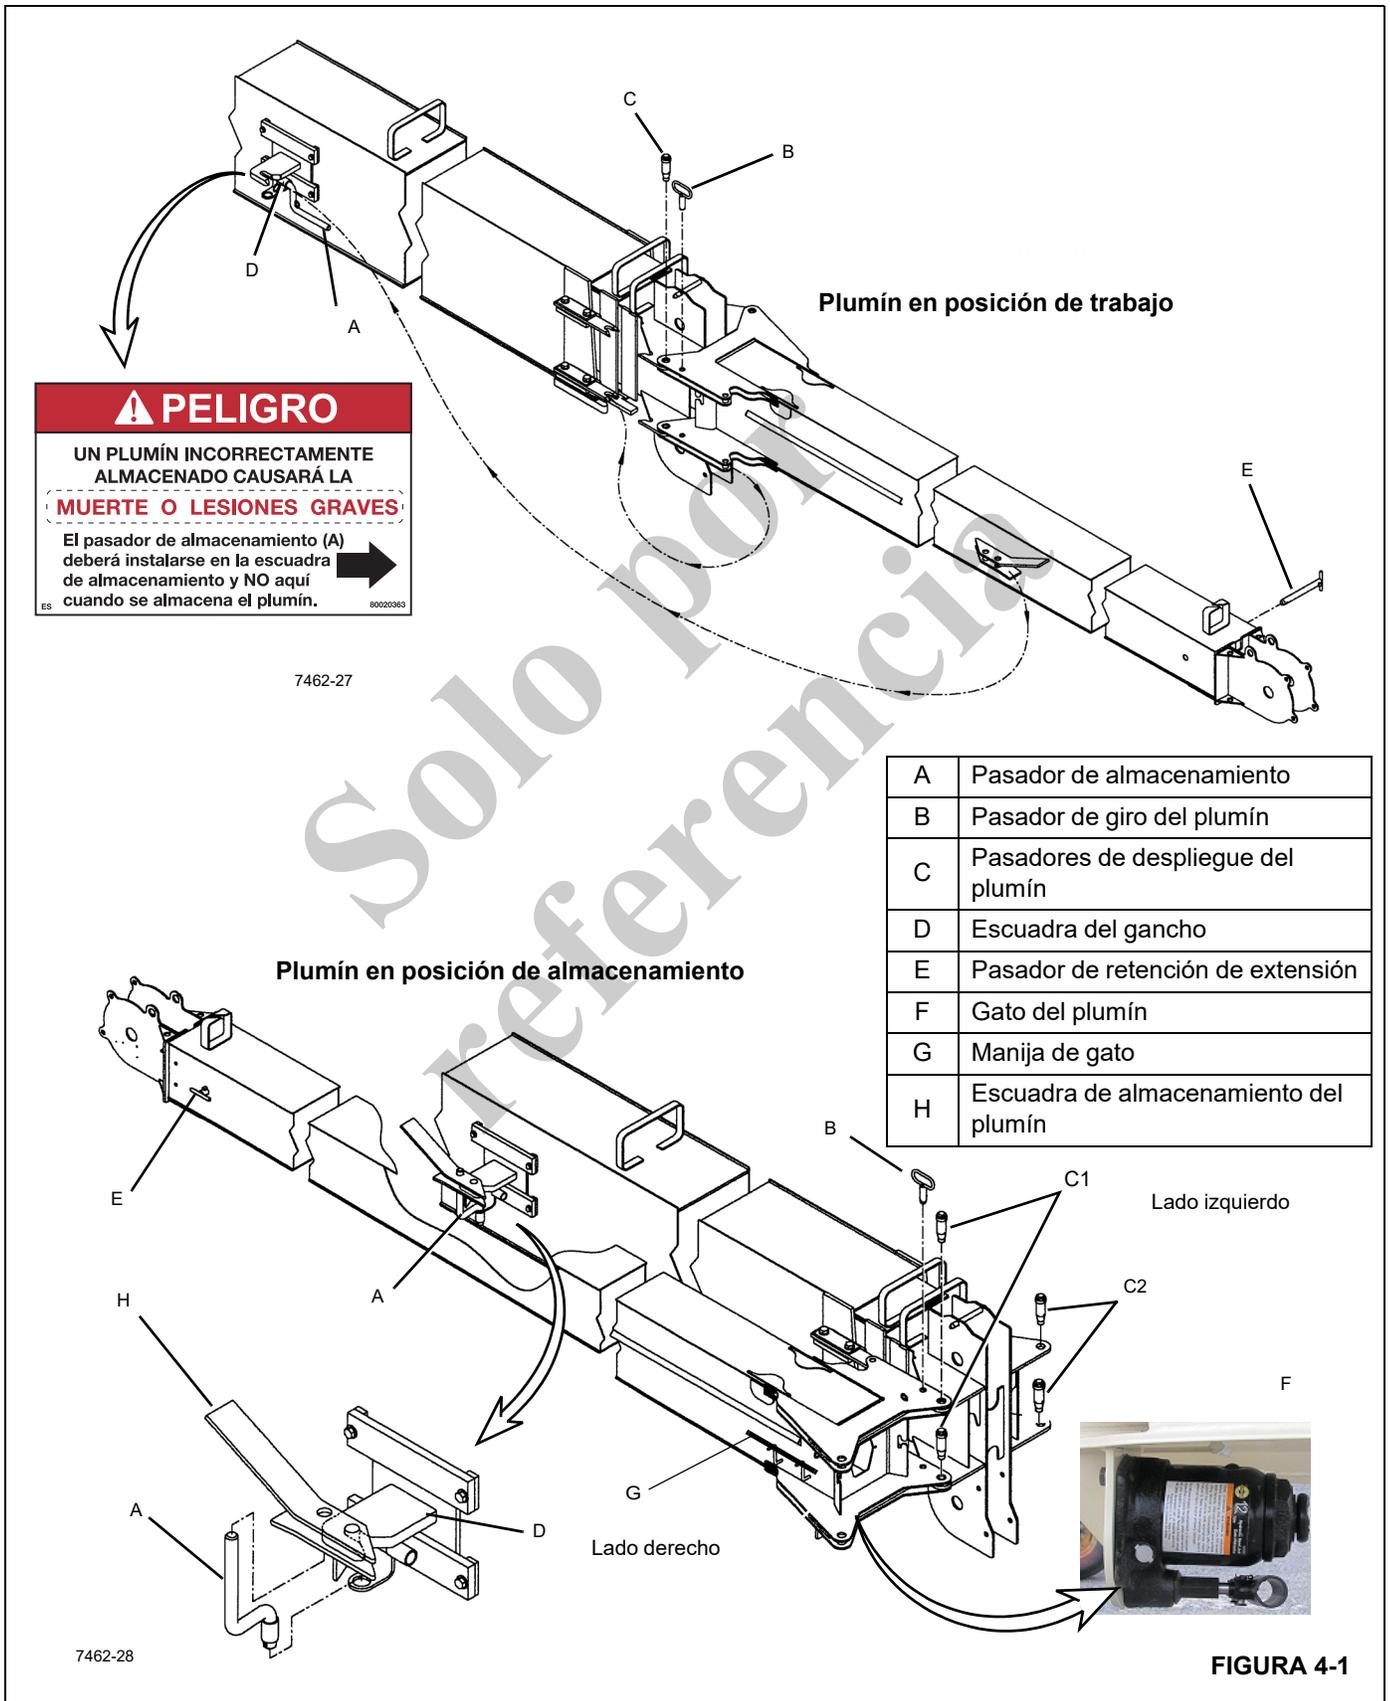

FIGURA 4-1
4. Verifique que el plumín esté debidamente almacenado (Figura 4-1):
- a. Si se extraen los pasadores de giro (C1, Figura 4-1), sin haber instalado correctamente el pasador de almacenamiento A y el pasador de giro del plumín B, se podría permitir la caída del plumín.
- b. Si se extiende la pluma con el plumín almacenado y sin haber extraído los pasadores de giro (C1, Figura 4-1), se dañará la máquina al extenderla.
5. Intente girar el plumín a la posición de trabajo o de almacenamiento únicamente con la pluma horizontal, con el pasador de almacenamiento (A, Figura 4-1) y el pasador de giro del plumín B retirados y los pasadores de giro (C1) instalados en su lugar. El plumín podría girar fuera de control si la pluma no está horizontal.
10. No extienda/retraiga la pluma a menos que se encuentre en posición horizontal y se hayan extraído el pasador de almacenamiento (A, Figura 4-1) y el pasador de giro del plumín (B) durante los procedimientos de colocación o retiro de la posición de almacenamiento.
2. Utilice la función de elevación para bajar la pluma de modo que los pasadores de despliegue del plumín (C1, Figura 4-1 y C2, Figura 4-1) puedan accederse fácilmente desde el suelo.
3. Instale los pasadores (C1, Figura 4-1) en las orejetas superior e inferior del plumín con las pinzas de resorte retenedoras. Estos pasadores se utilizan como punto de pivote para girar el plumín a la posición desplegada.
4. Ubique la posición de almacenamiento de los pasadores (C2, Figura 4-1). Si están en los agujeros de fijación del plumín o los agujeros de plumín en la caja de poleas de la pluma, saque los pasadores de la posición de almacenamiento.
5. Saque el pasador de giro del plumín (B, Figura 4-1) de la orejeta superior del plumín.
6. Saque el pasador de almacenamiento (A, Figura 4-1) y almacénelo en la escuadra del gancho (D); asegúrelo con una pinza de resorte.
9. Utilice la función de telescopización para extender la pluma lentamente aproximadamente 1 pie. Este procedimiento saca el plumín de la escuadra de almacenamiento (H, Figura 4-1).
12. Gire el plumín a su lugar, alineándolo visualmente con los agujeros para el pasador superior (C2, Figura 4-1). Instale el pasador (C2) superior y su pinza de resorte. Podría ser necesario martillar los pasadores levemente para instalarlos. Siempre utilice gafas protectoras al efectuar este paso.
13. Use el gato del plumín (F, Figura 4-1) para alinear el pasador inferior (C2).
- a. Quite la manija del gato (G, Figura 4-1) de la escuadra de almacenamiento de la pluma y compruebe que la válvula de liberación del gato esté cerrada.
- b. Extienda el gato (F, Figura 4-1) de modo que los agujeros de pasador inferior (C2) queden alineados.
- c. Instale el pasador inferior (C2, Figura 4-1) y su pinza de resorte.
- d. Abra la válvula de liberación del gato y retraiga el gato (F, Figura 4-1).
18. Instale el pasador de giro del plumín (B, Figura 4-1) y su pinza de resorte en las orejetas del plumín.
19. En los plumines extensibles manualmente, tire del pasador de retención (E, Figura 4-1) y extienda la segunda sección tirando de la caja de poleas. Cuando la segunda sección del plumín se extiende, llega hasta un tope mecánico que permite instalar el pasador de extensión (E). Instale el pasador (E) y la pinza de resorte.
- Los dos pasadores (C1, Figura 4-1) instalados correctamente en los agujeros superior e inferior del plumín y a través de los agujeros correspondientes en la punta de la pluma.
1. Utilice la función de elevación para bajar la pluma de modo que los pasadores de despliegue del plumín (C1, Figura 4-1 y C2, Figura 4-1) puedan accederse fácilmente desde el suelo.
2. Plumín de dos secciones - En los plumines extensibles manualmente, tire del pasador de retención de extensión (E, Figura 4-1) y retraiga la 2ª sección completamente dentro de la 1ª sección del plumín. La retracción de la 2ª sección puede facilitarse si se fija un receptáculo de cuña de cable de carga a la punta del plumín. Accione la función de elevación del malacate lentamente hasta retraer la 2ª sección completamente.
3. Plumín de dos secciones - Vuelva a instalar el pasador de retención de extensión (E, Figura 4-1) a través de las secciones 1ª y 2ª del plumín y colóquelo una pinza de resorte.
7. Saque las pinzas de resorte de los pasadores (C2, Figura 4-1) de las orejetas superior e inferior del plumín.
8. Quite el pasador de giro del plumín (B, Figura 4-1) de la punta de la pluma.
9. Saque los pasadores (C2, Figura 4-1) de las orejetas superior e inferior del plumín. No retire los pasadores (C1) por el momento. Los pasadores C1 se utilizarán como punto de pivote para girar el plumín a la posición de almacenamiento. Podría ser necesario martillar los pasadores levemente para sacarlos. Siempre utilice gafas protectoras al efectuar este paso.
12. Utilice el cable guía conectado a la caja de poleas del plumín para girar el plumín lentamente a la posición de almacenamiento (paralelo a la 1ª sección de la pluma). Los pasadores (C1, Figura 4-1) son los puntos de pivote del plumín durante esta operación.
13. Instale el pasador de giro del plumín (B, Figura 4-1) con pinza de resorte a través de los agujeros de la orejeta del plumín y la caja de poleas de la pluma. Este pasador mantiene el conjunto del plumín alineado (paralelo) con la 1ª sección de la pluma.
NOTA: El pasador de giro (B, Figura 4-1) no retiene al plumín en la posición de almacenamiento en la 1ª sección de la pluma.
La escuadra de almacenamiento del plumín (H, Figura 4-1) ubicada en el lado del plumín se engrana en la escuadra de almacenamiento lateral (D) del costado de la 1ª sección de la pluma; levante primero el plumín y luego engrane la escuadra de almacenamiento lateral del plumín (H) y la escuadra de almacenamiento (D) al momento de la retracción total de la pluma.